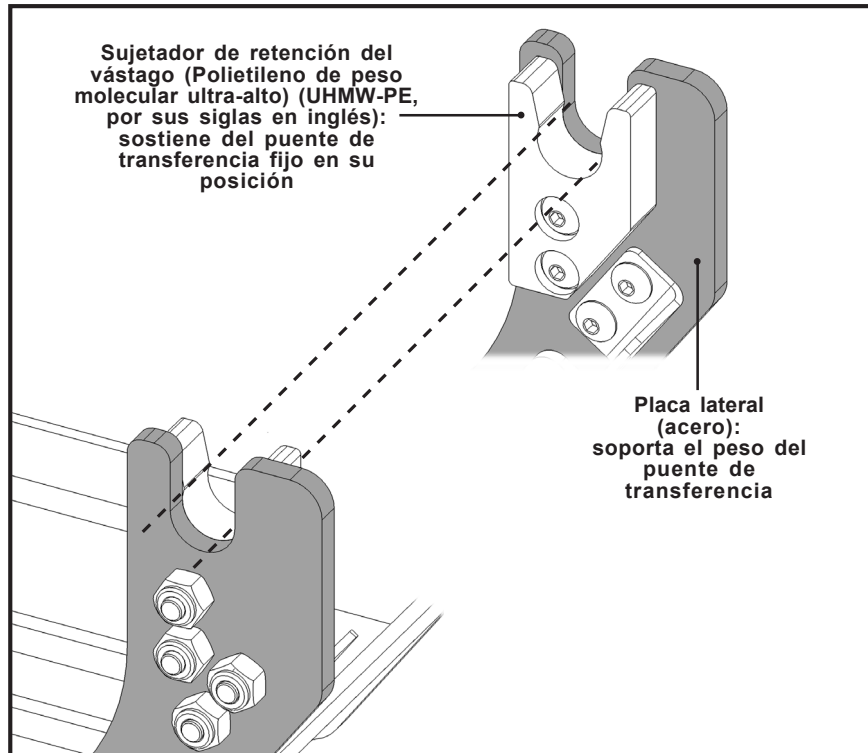

Figura 52: Instalación del puente de transferencia - bolsillos de asiento
- Verifique que los vástagos de apoyo del puente de transferencia se encuentren correctamente instalados en los bolsillos de asiento de la unidad de la estructura (Figura 52).